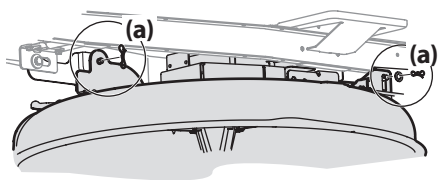

Figure 4-7
5. Enlevez les goupilles papillon (a) qui maintiennent le plateau de coupe sur l'appareil, comme à la Figure 4-7.